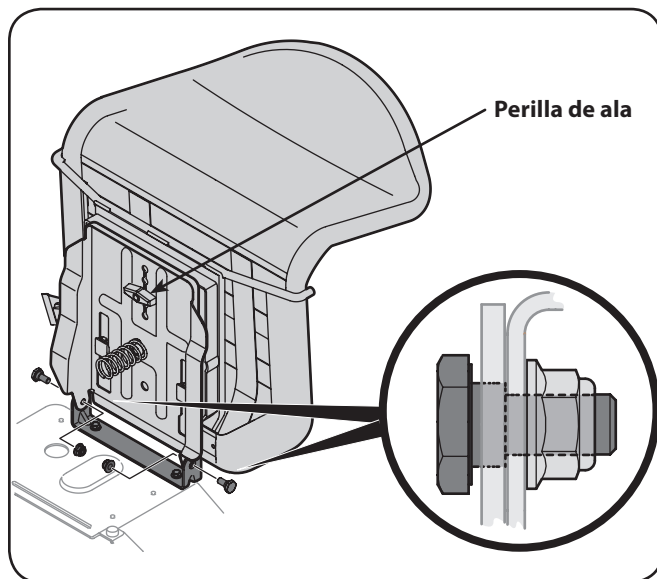

Figura 3-7
- Coloque los dos pernos con reborde que se incluyen en el paquete de elementos de ferretería y sujete con dos tuercas de seguridad. Vea la Figura 3-7.
Nota: Compruebe que el reborde del pernos quede completamente embutido en el soporte del asiento cuando sujete la tuerca de seguridad. Vea el recuadro de la Figura 3-7.
- Para ajustar la posición del asiento, retire el mando del ala en la parte inferior del asiento. Deslice el asiento hacia adelante o hacia atrás según se desee. Vuelva a colocar el mando del ala. Consulte la Figura 3-7.